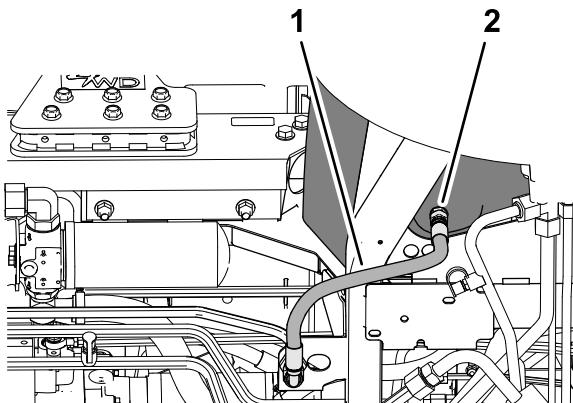

Figura 108
- Coloque el recipiente de vaciado debajo del depósito hidráulico (Figura 108).